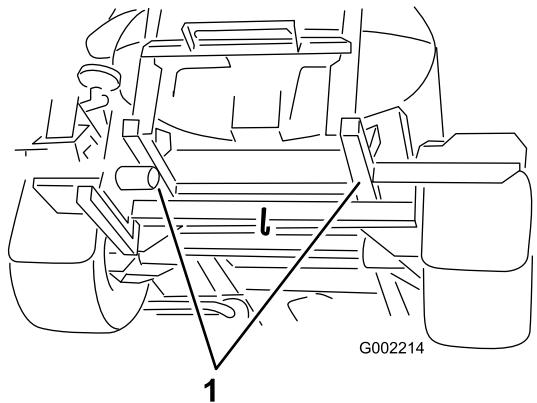

Figura 28
2. Conecte un cable de remolque al bastidor. Consulte los puntos de remolcado delanteros y traseros en Figura 27 y Figura 28.